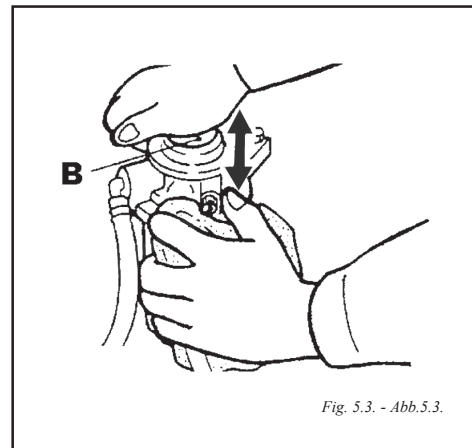

Fig. 5.3. - Abb.5.3.
- Accionar la bomba de cebado (B) (Fig 5.3).
- Operate the priming pump (B) (Fig. 5.3)
- Actionner plusieurs fois, le levier de la pompe d'alimentation (B) (Fig. 5.3)
- Azionare la pompa di spurgo (B) (Fig. 5.3.).
- Betätigen Sie mehrmals das Hebelchen an der Kraftstoffpumpe (B) (Abb. 5.3).